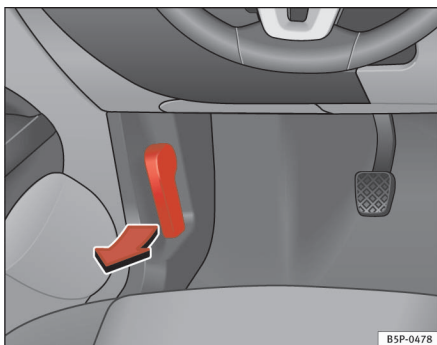

Fig. 161 Udsnit af fodrummet i førersiden: udløserarm til motorhjelmen
- Træk armen under instrumentpanelet ⇒ fig. 161 i pilens retning. Motorhjelmen udløses ved hjælp af en fjeder ⇒ ⚠.